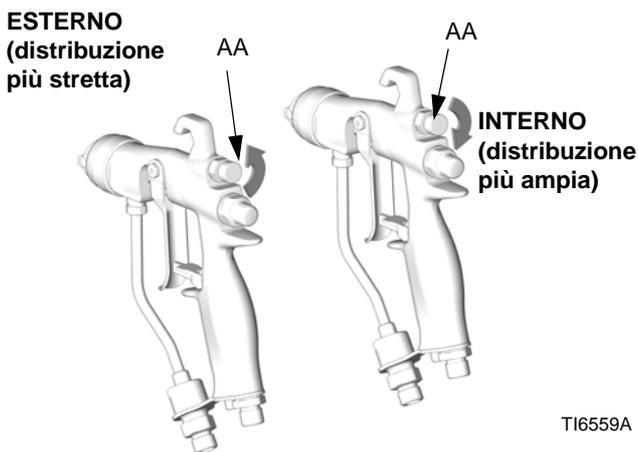

FIG. 5. Manopola aria distribuzione
1. Vedere FIG. 5. Chiudere fuori l'aria di regolazione della distribuzione ruotando completamente la manopola (AA) in senso orario (verso l'interno). In questo modo la pistola viene impostata su una distribuzione più ampia.
3. Vedere FIG. 5. Per una distribuzione più stretta, ruotare la manopola della valvola di regolazione (AA) della distribuzione in senso antiorario (verso l'esterno). Se la distribuzione non è ancora abbastanza ristretta, aumentare di poco la pressione dell'aria alla pistola o utilizzare un ugello di dimensioni diverse.